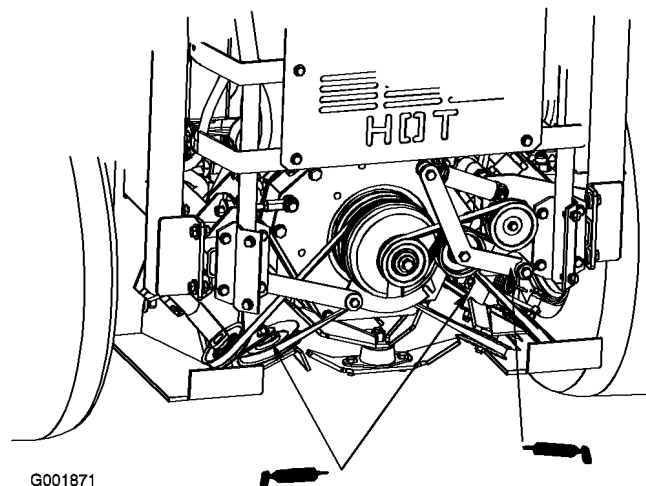

Bild 32
1. Schmieren Sie den Spannarm des Kühlgebläses (Bild 32).
2. Schmieren Sie die Spannarme des Treibriemens (Bild 32).